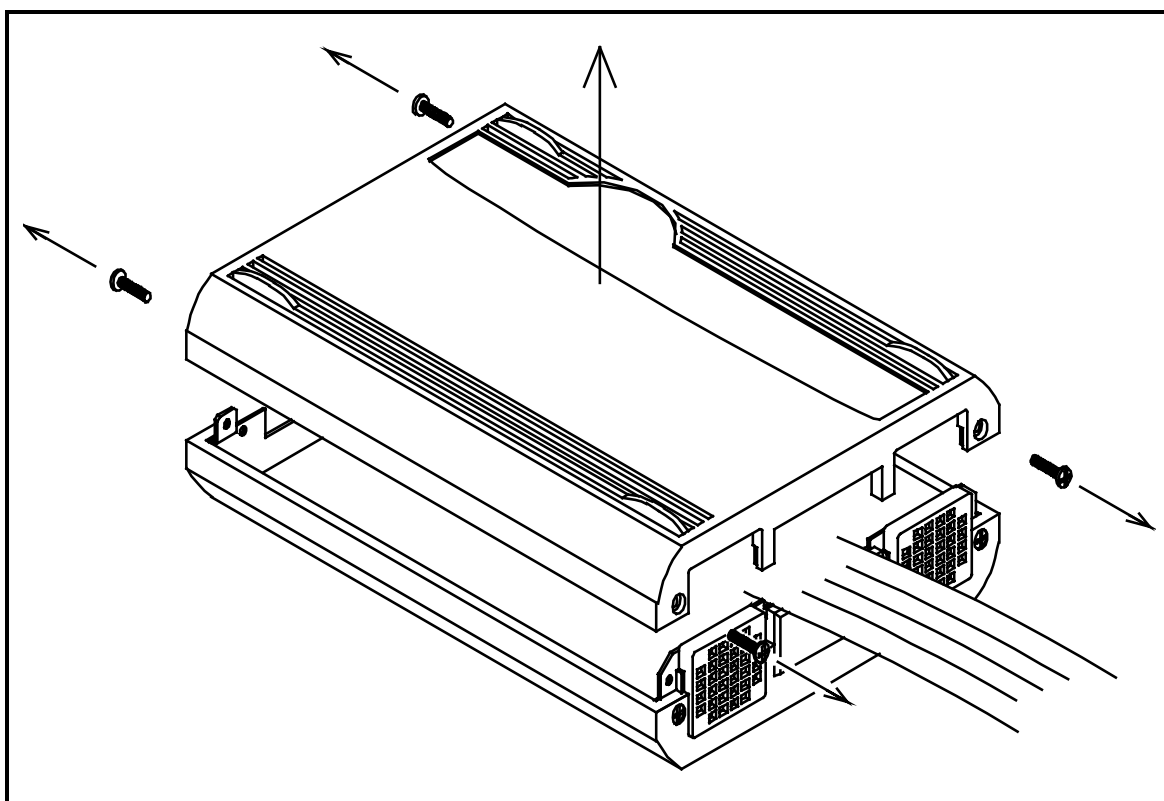

図 3.1 上カバーの取り外し
- ①本製品の両側面ネジ(4箇所)を外して、上カバーを取り外してください(図 3.1参照)。
- ②以降の説明に従って入力周波数の変更を設定してください。
- ③上カバーを元通り取り付け、ネジで固定してください。